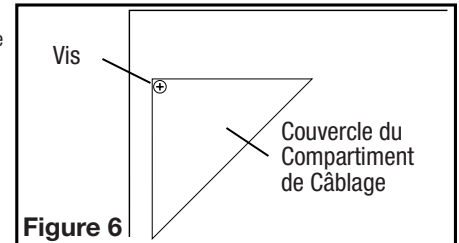

Figure 6
- 1a. Compartiment de Câblage Extérieur :** enlever la vis du couvercle du compartiment à câblage et mettre ce couvercle dans un endroit fiable (Figure 6).